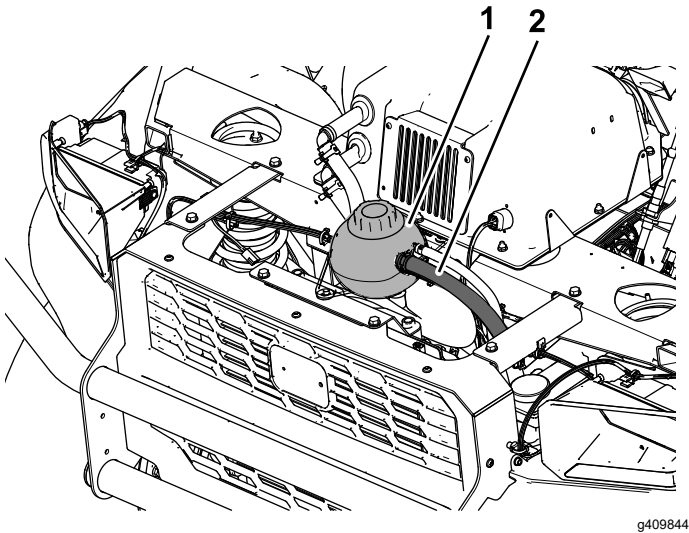

Figura 20
1. Desconecte la manguera de refrigerante existente del lado del depósito de refrigerante (Figura 20) y acorte la manguera 23 cm.